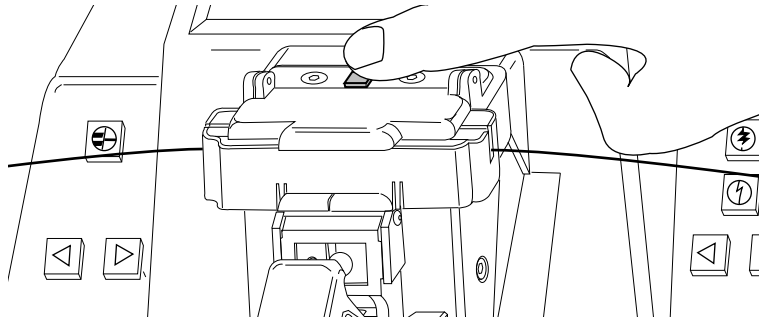

Abbildung 50
- d)** Schließen Sie die Abdeckung. Betätigen Sie die gelbe Taste an der Oberseite des Schrumpfens, um den Schrumpfzyklus zu starten (siehe Abb. 50). Während des gesamten Heizvorgangs leuchtet die rote LED. (Durch erneute Betätigung der gelben Taste kann der Schrumpfen jederzeit wieder deaktiviert werden.)